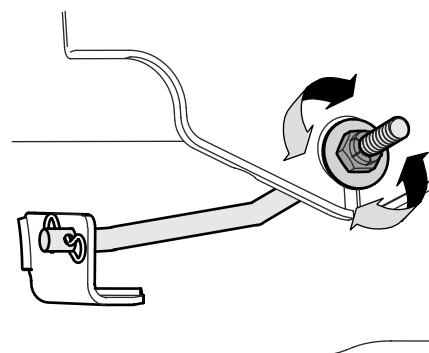

Figura 4-9
- Localice la contratuerca y la tuerca de seguridad que se encuentran en la parte delantera de la ménsula estabilizadora. Consulte la Figura 4-9.